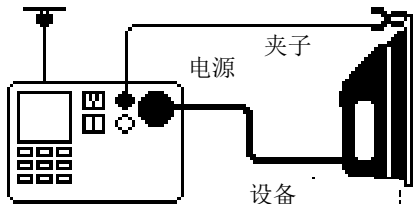

图 4 接地连接测试的连接
- 按显示屏上的指示来连接设备与测试线。将鳄鱼夹夹在需要测试的设备上的暴露金属部件上，请参见图 4。请勿将该测试表笔用于 25 A 接地连接测试。该表笔的额定值仅为 10 A！